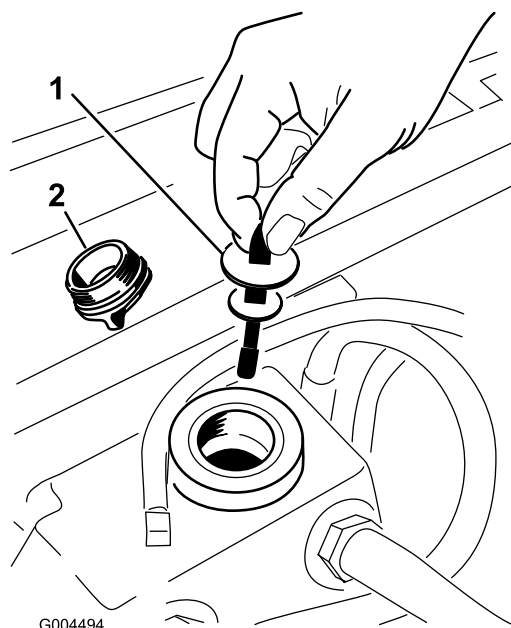

Figura 95
5. Retire el tapón de llenado de aceite hidráulico del cuello de llenado (**Figura 95**).
6. Retire la varilla y límpiela con un paño limpio (**Figura 95**).
7. Introduzca la varilla en el cuello de llenado; luego retírela y verifique el nivel del aceite (Figura 95).